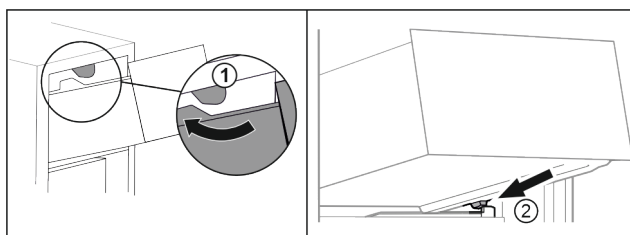

Fig. 98
- ▶ Poprowadzić szufladę wokół górnego stopera. Fig. 98 (1)
- ▶ Założyć szufladę pod skosem za dolnymi stoperami na żebrze pojemnika. Fig. 98 (2)